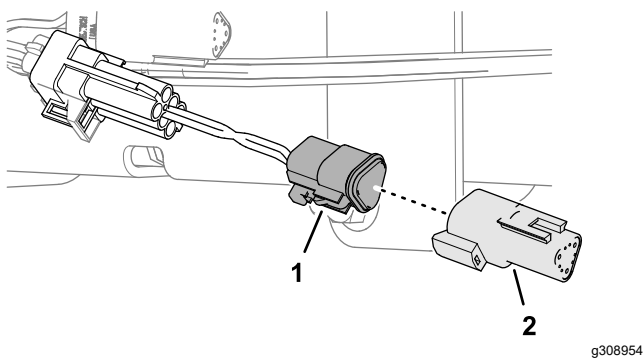

Figure 44
3. Branchez la résistance que vous avez retirée sous Retrait de la résistance de terminaison (page 22) sur le connecteur à 3 douilles du faisceau adaptateur (Figure 44).